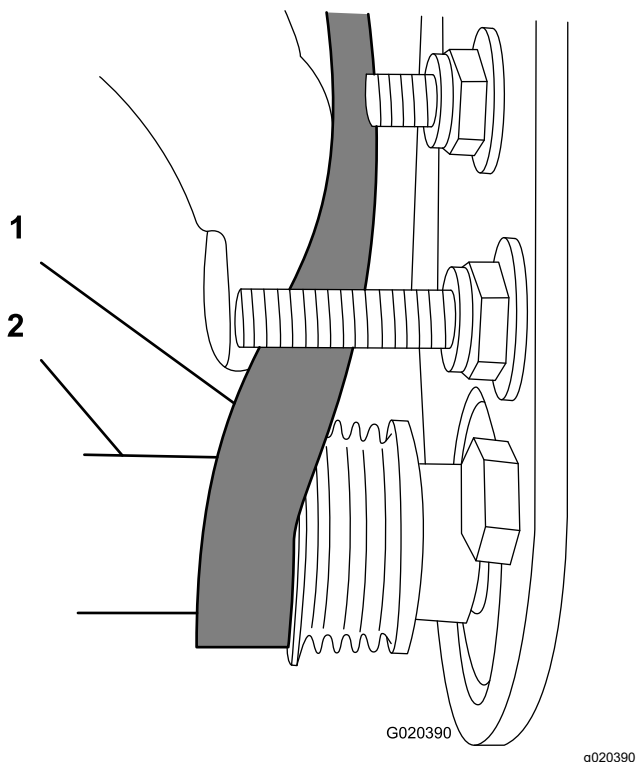

Figure 27
- C. Avec une clé à douille profonde de 9/16 pouce, tournez la brosse et guidez la courroie sur la poulie menée (Figure 27).